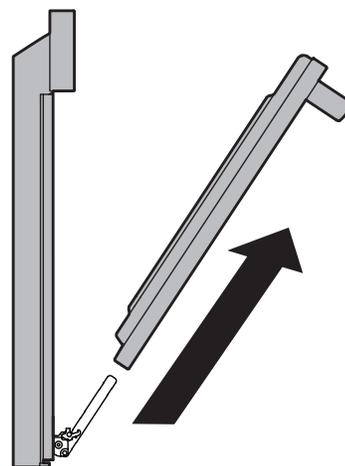

Figure 24: Enlever la porte
4. Tirez le bas de la porte vers vous tout en faisant tourner le haut de la porte vers l'appareil pour dégager complètement les leviers de charnière (Figure 24).
1. Tenez fermement les deux côtés de la porte. N'utilisez pas la poignée de la porte (Figure 24).